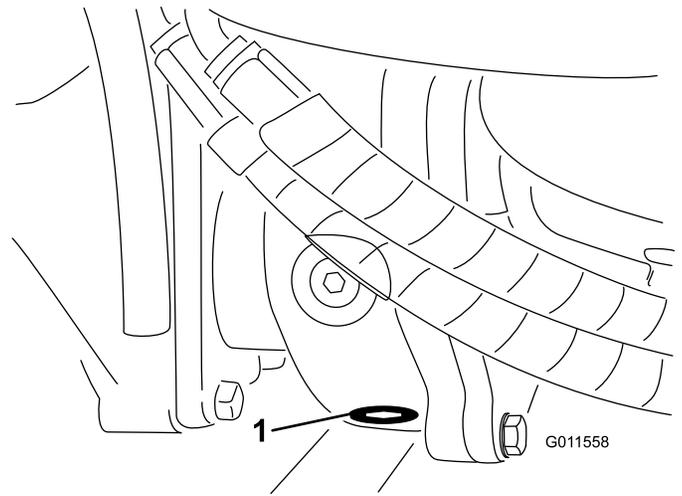

Figura 64
5. Limpe a zona em redor do tampão de escoamento no fundo da caixa de engrenagens (Figura 64).